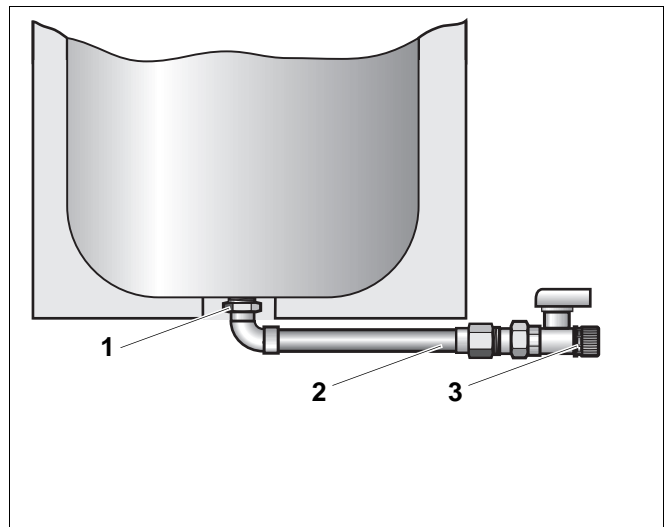

Abb. 3 Montage Entleerungs-Set
- Entleerung mit Gewindedichtring (Abb. 3, Pos. 1) am Speicher eindrehen.
- Entleerungsanschluss (Abb. 3, Pos. 2) in seitlicher Richtung nach rechts oder links ausrichten.
- KFE-Hahn (Abb. 3, Pos. 3) mit Gewindedichtring eindrehen.